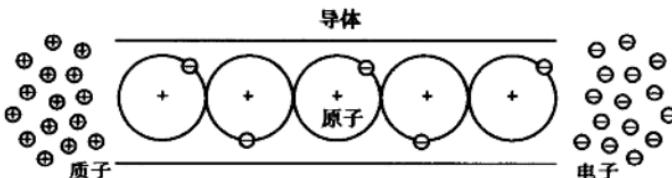

图 1.2 电流为电子的流动
电流可定义为电子流动的速率，如图 1.2 所示。通常规定正电荷运动的方向为电路中电流的方向。电流以安培 (A) 为